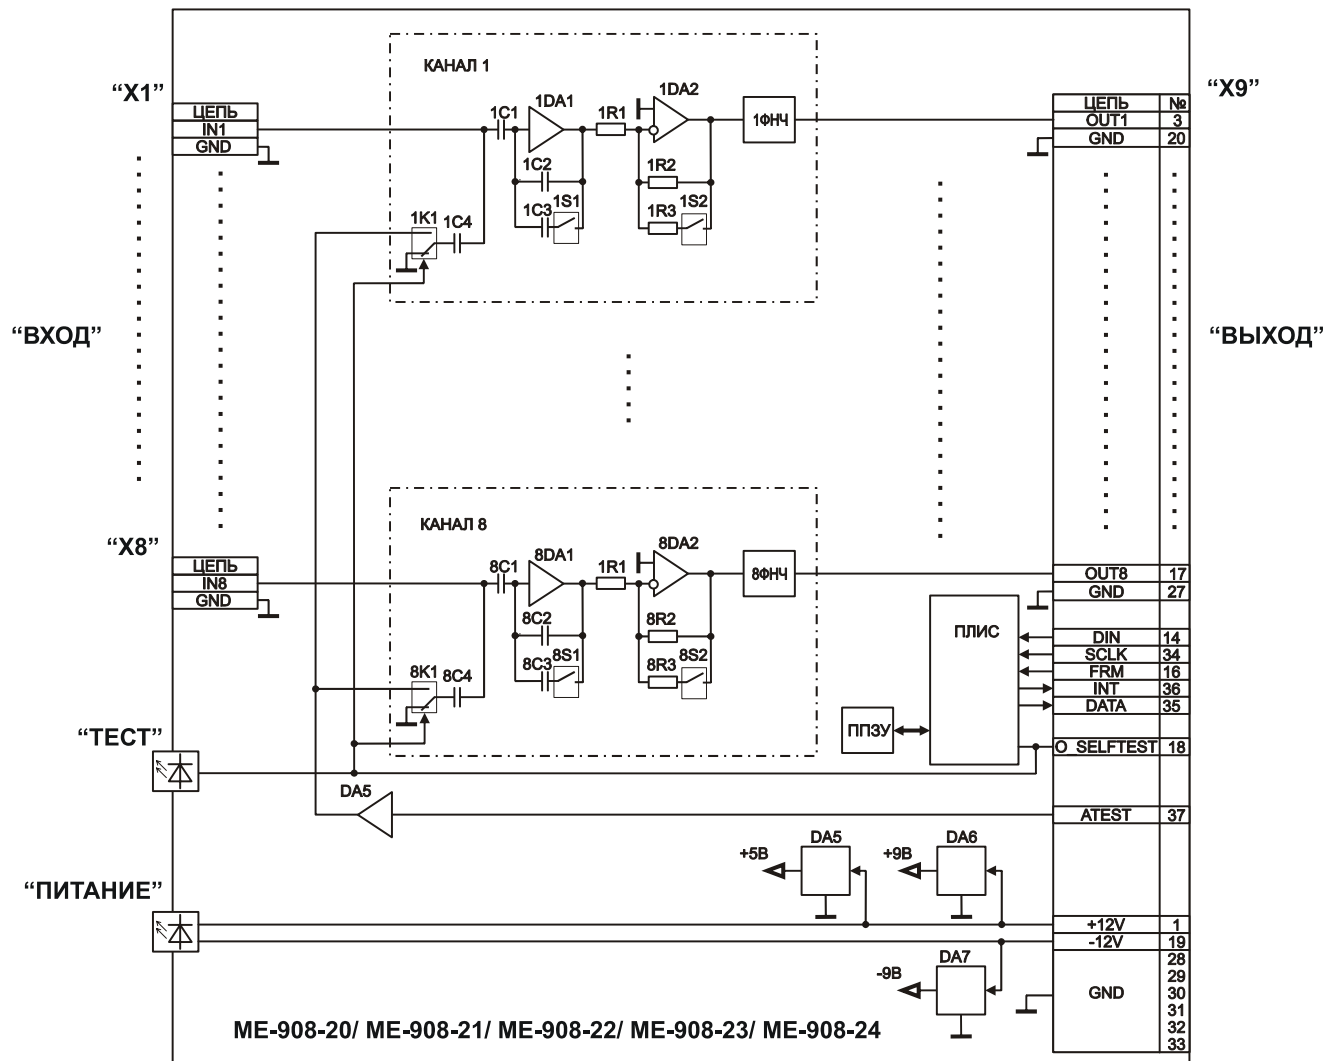

Рисунок 15-Структурная схема модулей
1.4.7.1 Напряжения от внешнего источника питания через контакты цепей «+12V» и «-12V» разъема X9 модулей (см. рисунок 15) подаются на входы линейных стабилизаторов напряжения DA5, DA6 и DA7, выходные напряжения которых служат для питания элементов модуля.
1.4.7.2 Обмен данными с внешним устройством и управление элементами модуля производится посредством ПЛИС (см. рисунок 15) в соответствии с алгоритмом работы встроенного ПО. Для обмена данными с внешним устройством используются сигналы цепей «DIN», «SCLK», «FRM», «DATA» последовательного интерфейса, поступающие на соответствующие контакты разъема «X9».
1.4.7.3 Электрические заряды с выходов датчиков подаются на входы усилителей-преобразователей заряда DA1 отдельных каналов модуля (см. рисунок 15), которые
1.4.7.4 Сигналы с выходов DA2 поступают на входы ФНЧ каналов и далее - на соответствующие контакты выходного разъема «X9» (см. рисунок 15).
1.4.7.5 При выборе в управляющей программе режима самотестирования входы усилителей-преобразователей DA1 каналов (см. рисунок 15) подключаются через конденсаторы C4 емкостью 100 пФ к выходу буферного элемента DA5, на вход которого посредством коммутаторов K1, управляемых соответствующим выходом ПЛИС, подается сигнал переменного напряжения с контакта цепи «ATEST» разъема «X9». При этом амплитуда заряда на входе канала определяется выражением $Q(\text{пКл})=100(\text{пКл/В}) \times U_{\text{сиг}}(\text{В})$, где $U_{\text{сиг}}$ -амплитуда напряжение сигнала «ATEST». В режиме самотестирования на передней панели модуля автоматически включается светодиодный индикатор «ТЕСТ» и на контакте цепи «O_SELFTEST» устанавливается сигнал высокого логического уровня. Тестовый сигнал может быть сгенерирован при помощи встроенного ЦАП измерительного модуля или подан с выхода внешнего генератора переменного напряжения.
1.4.7.6 Паспортные значения коэффициентов усиления каналов и служебная информация хранится в энергонезависимом ППЗУ модуля (см. рисунок 15) и посредством ПЛИС загружается по командам управляющего ПО.